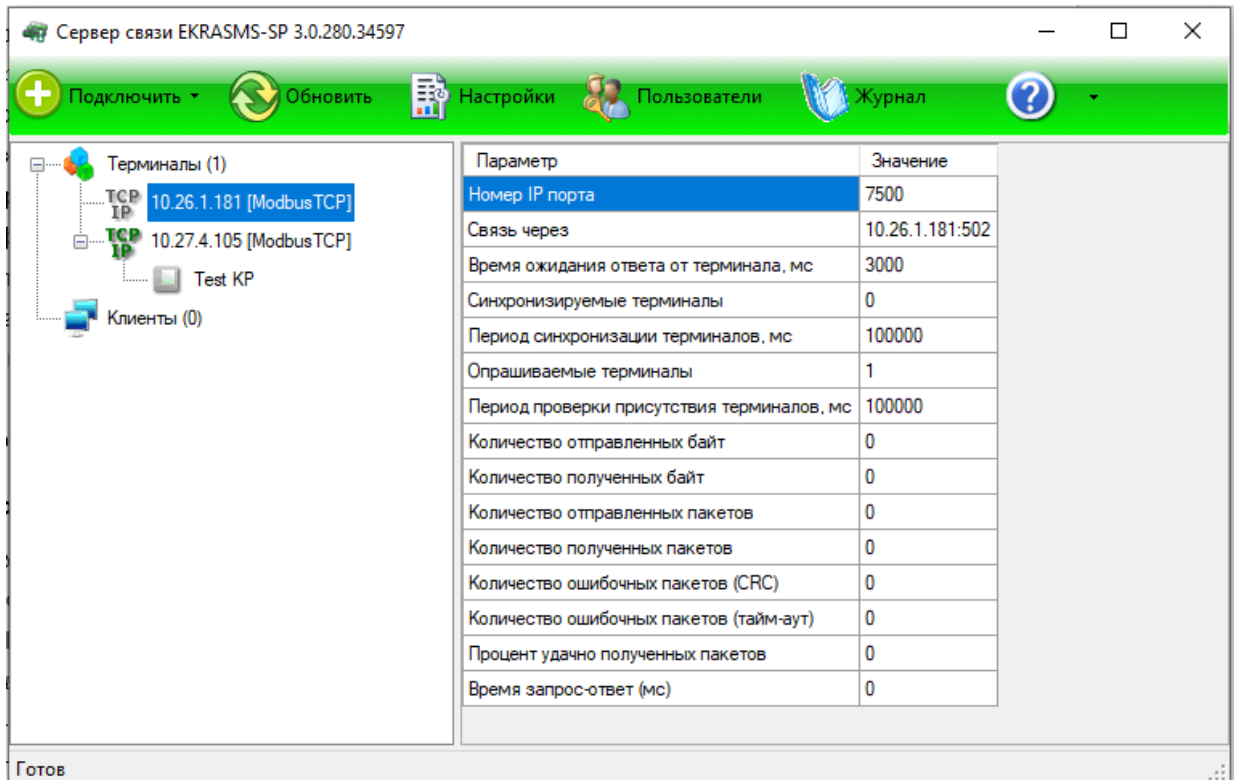

Рисунок 4.1
4.1.2.1 Запустить программу Сервер связи, создать учетную запись администратора (в случае отсутствия в базе данных пользователя), настроить связь с терминалом (см. рисунок 4.1).